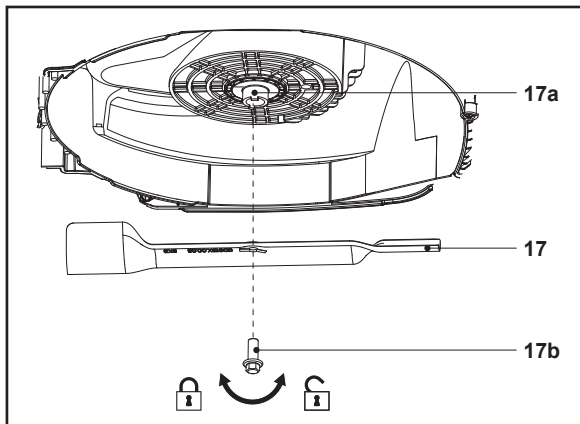

Fig. 13
1. Mantenga la parte inferior y el dispositivo de corte (17) limpios y libres de suciedad. Retire la hierba cortada del canal de descarga (18).
3. Mantenga el dispositivo de corte (17) afilado para garantizar un buen rendimiento de corte. Sustituya un dispositivo de corte desgastado o dañado por uno nuevo del mismo tipo o pida a un especialista cualificado que lo afile.
4. Afloje el perno (17b) hacia la izquierda con una llave adecuada y retírelo junto con el dispositivo de corte (17) (Fig. 13).
6. Vuelva a colocar el dispositivo de corte (17) en el eje (17a); preste atención para obtener una alineación correcta. A continuación, vuelva a apretar el perno de sujeción. El par de sujeción debe ser aproximadamente de 25 Nm.
8. Lubrique el dispositivo de corte (17) después de cada uso para prolongar la vida útil del dispositivo de corte y del producto. Aplique aceite para máquinas ligero a lo largo del borde del dispositivo de corte.